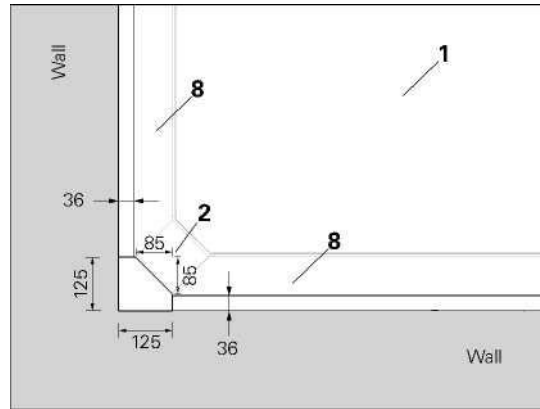
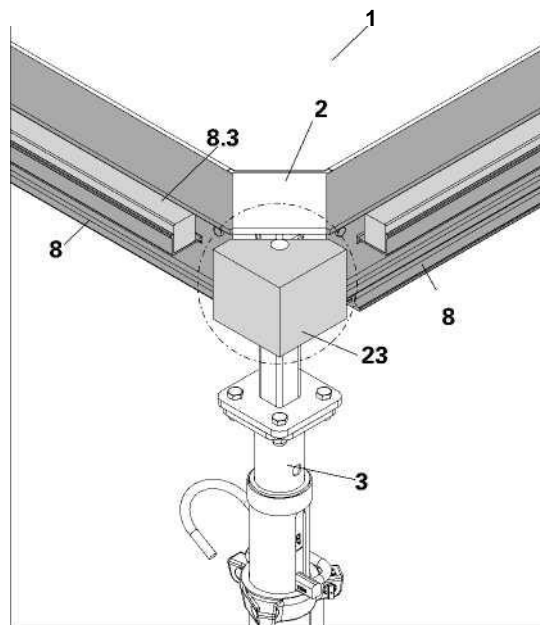

Fig. A6.14
Fig. A6.15
1. Cortar um contraplacado de enchimento com 36 mm de largura e comprimento = comprimento da viga (por exemplo, 180 cm para ADF 180) e pregar na compensação de madeira (8.3) da viga de compensação ADF (8). (Fig. A6.14+ (Fig. A6.15)
3. Montar o bloco de madeira (23) na cavilhada placa do flyplate do cabeçal de caída (2) na posição de canto e trancar o rebordo. (Fig. A6.15)
4. Erguer o prumo (3) preso ao Cabeçal rebatível (2) e ao bloco de madeira (23) no canto da parede de forma que o bloco de madeira (23) toque a face da parede em ambas as direcções. (Fig. A6.15)
7. Instalar o painel ADP (1) no canto em forma de L.